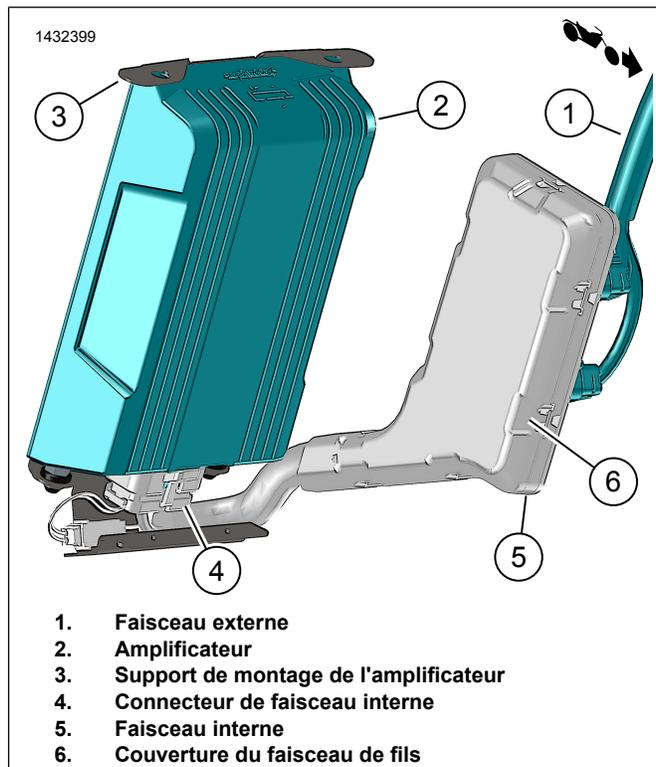

Figure 14. Assemblage d'amplificateur de la sacoche droite
6. Figure 14 Connectez le connecteur de faisceau interne (4) à l'amplificateur (2).
10. Figure 14 Installez le boîtier du faisceau de fils (6).